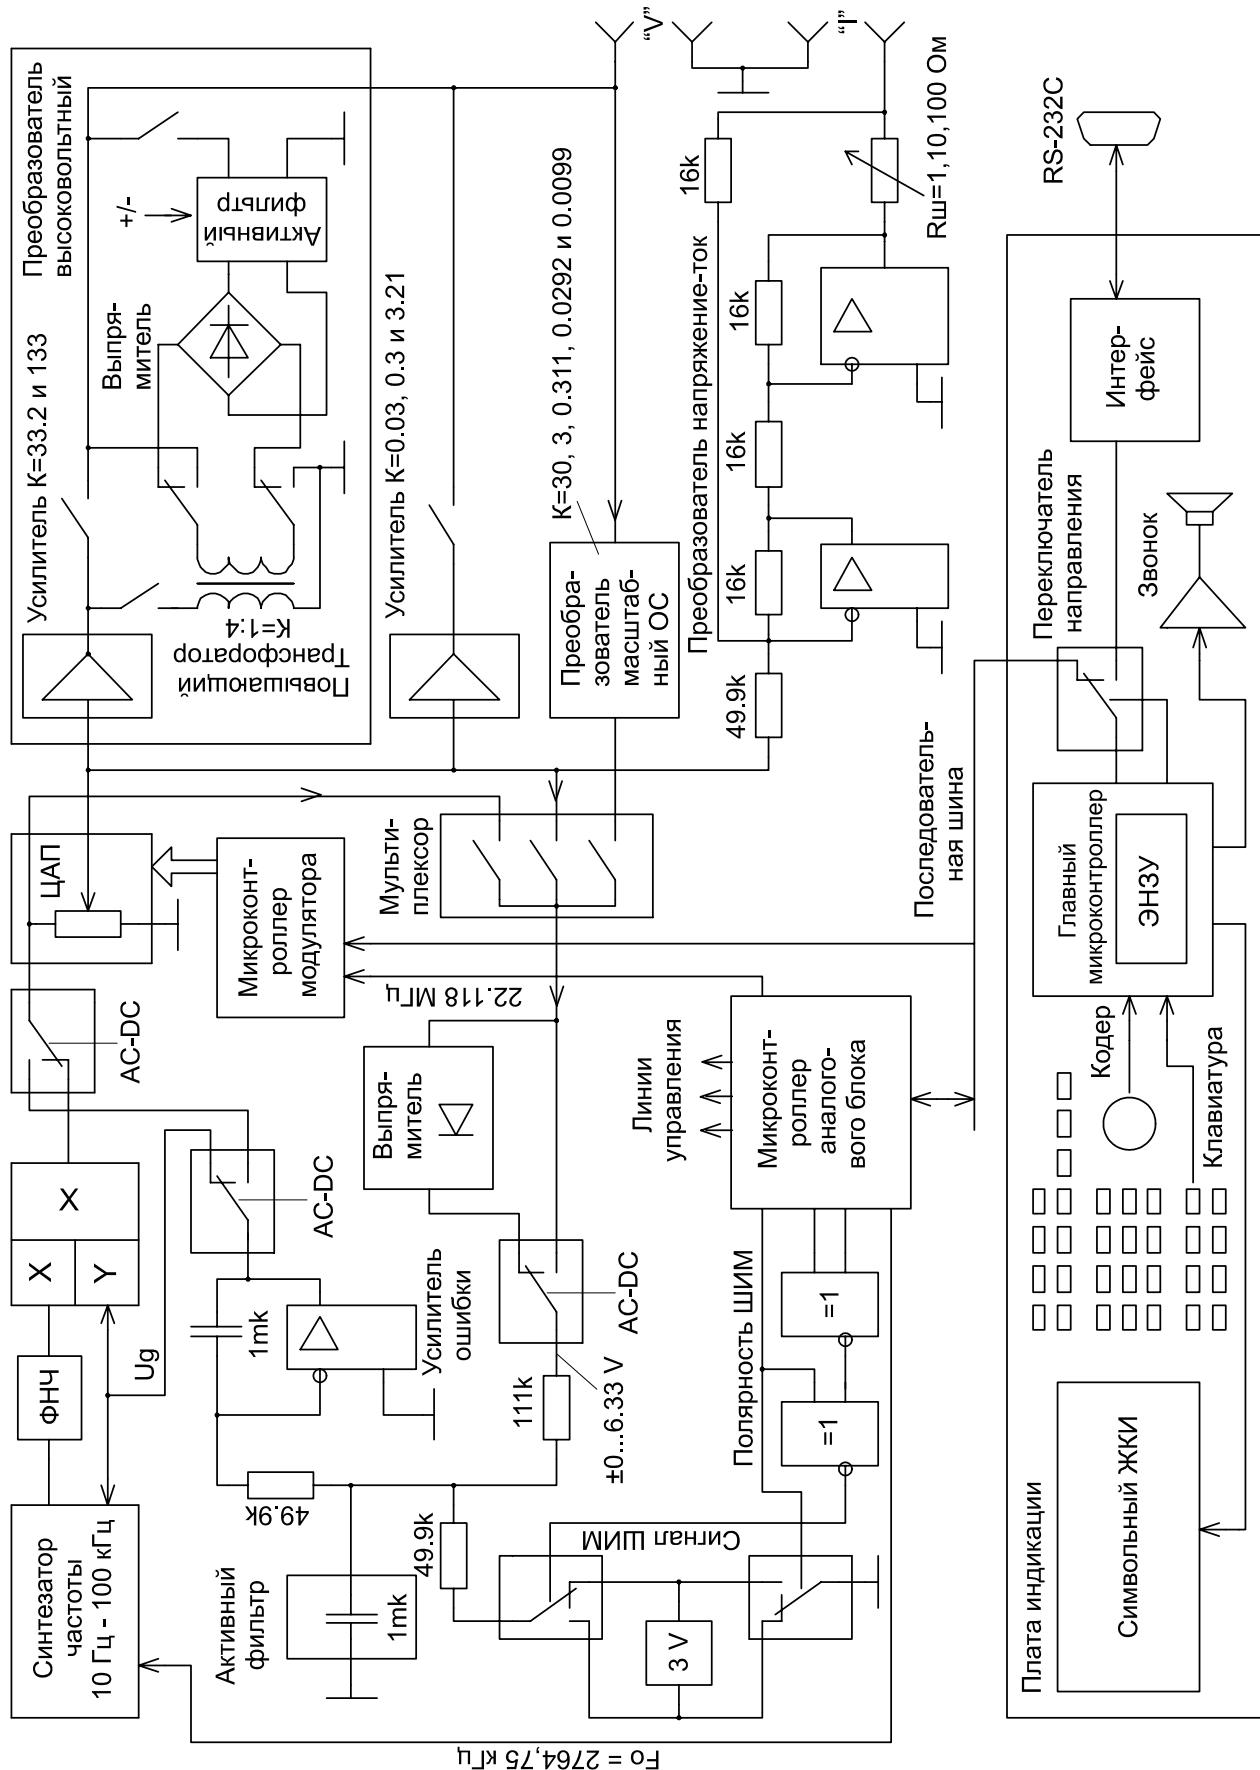

Рисунок 1.1 – Структурная схема калибратора Н4-11/1
1.4.16 Схема прибора (см. рисунок 1.1) построена таким образом, чтобы обеспечить полное электронное управление всеми аналоговыми устройствами калибратора. Реализация измерительных и калибровочных алгоритмов, а также генерация сигналов управления аналоговым блоком, управление индикатором, клавиатурой и интерфейсом RS-232С осуществляется главным микроконтроллером. Ведомые микроконтроллеры (аналогового блока и модулятора) принимают по последовательной шине команды от главного микроконтроллера (ведущего), вычисляют значения управляющих кодов и загружают их в аналоговые узлы.